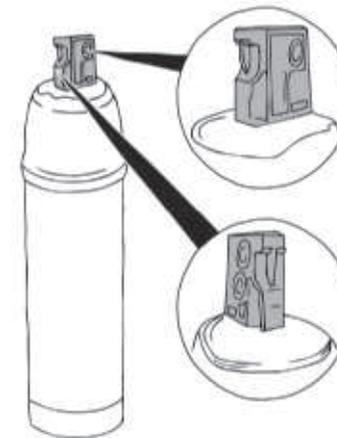

Abb. 27
7. Prüfen Sie, ob sich die 3 O-Ringe (Abb. 27) noch in den Einkerbungen der Filterkartusche befinden. Entnehmen Sie die O-Ringe ggf. aus dem Filterkopf. Die neue Filterkartusche enthält neue O-Ringe.